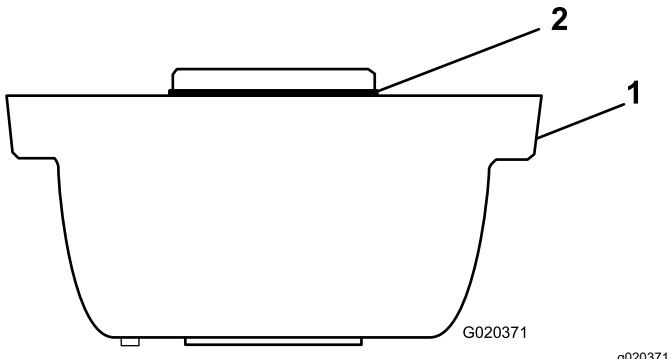

Figura 3
- Verificate che l'O-ring venga montato nell'alloggiamento della spazzola per rulli (Figura 3).